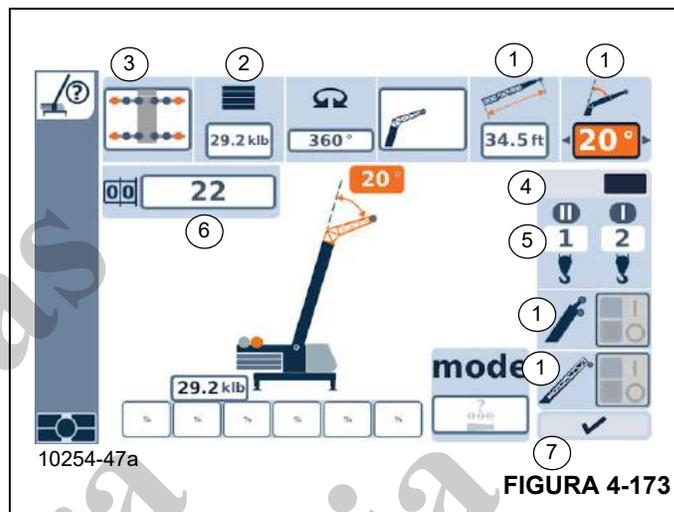

FIGURA 4-173
- Contrapeso (2, Figura 4-173)
- Sistema da lança (1)
- Extensão do estabilizador (3)
- Selecione um dos componentes desejados (1, Figura 4-173) a (4).